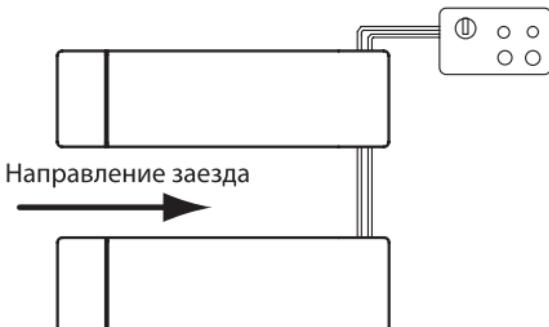

Рисунок 8. Направление заезда.
9. Установите транспортное средство на подъёмник, заезд осуществляется с определённой стороны (рис. 8). Крепление осуществляется за специальные места, с помощью резиновых подушек. Следите, чтобы центр ТС был смещён не более чем на 2/3 своей длины от геометрического центра платформ. Следите за смещением центра тяжести авто – возможно, потребуется разгрузить автомобиль перед подъёмом.
При отгрузке/разгрузке или транспортировке оборудования в упаковке убедитесь, что используется подходящая техника (например, подъёмные краны, грузовики) и подъёмные средства. Убедитесь также, что оборудование надёжно закреплено на платформе, во избежание его падения, также необходимо учитывать размер упаковки, вес и центр тяжести (рис.8).